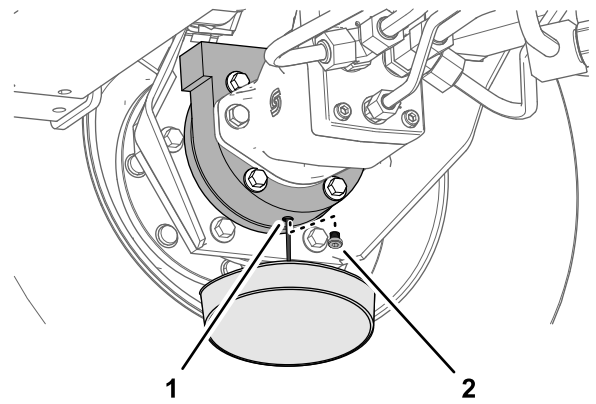

図 69
6. ブレーキハウジングの下に容器を置き、プラグを外してオイルを抜く 図 69。